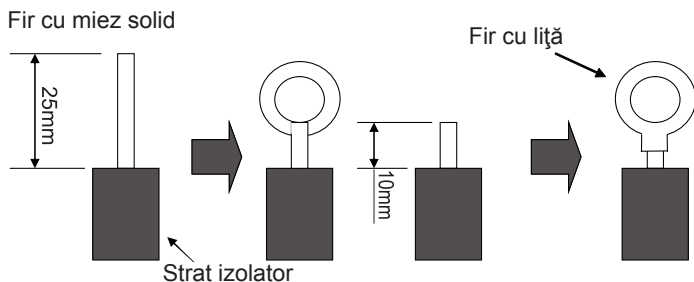

Fig.39
(1). Pentru circuite cu fir cu miez masiv (Fig. 39)
(2). Pentru circuitele cu fir cu liță (Fig. 39)